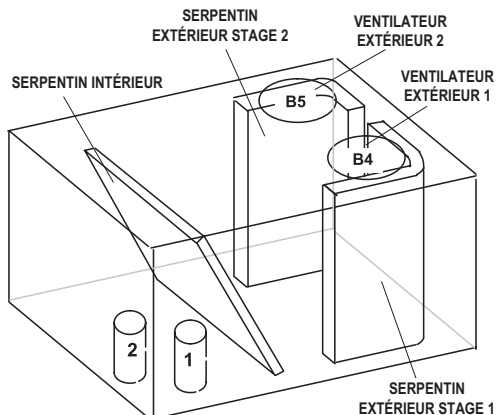
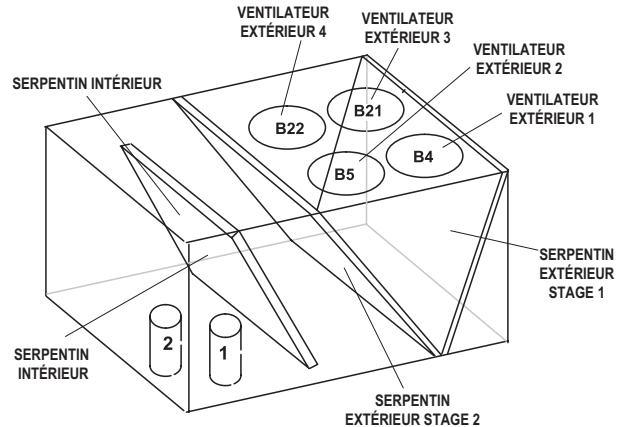

FIGURE 25
FIGURE 26
- 3 - Les unités contiennent deux circuits de réfrigérant. Voir FIGURE 25 ou FIGURE 26.